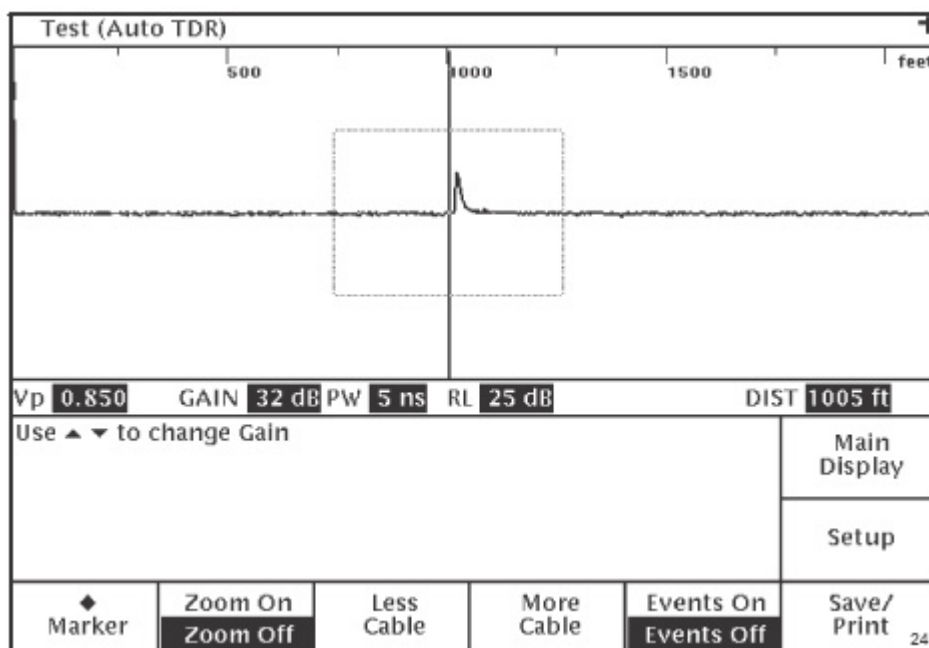

Рис. 4-9. Тестирование (режим Auto TDR) с маркировкой события
Рефлектометр TV220 может измерять обратные потери (RL) и потери на отражение от неоднородности (ERL). Оба измерения зависят от величины неоднородности (степени неисправности в кабеле). Разница между этими измерениями заключается в том, что измерение ERL показывает истинную величину неоднородности, за вычетом указанной производителем кабеля величиной потерь кабеля. Измерение RL не осуществляет расчет кабельных потерь (рис. 4-9).